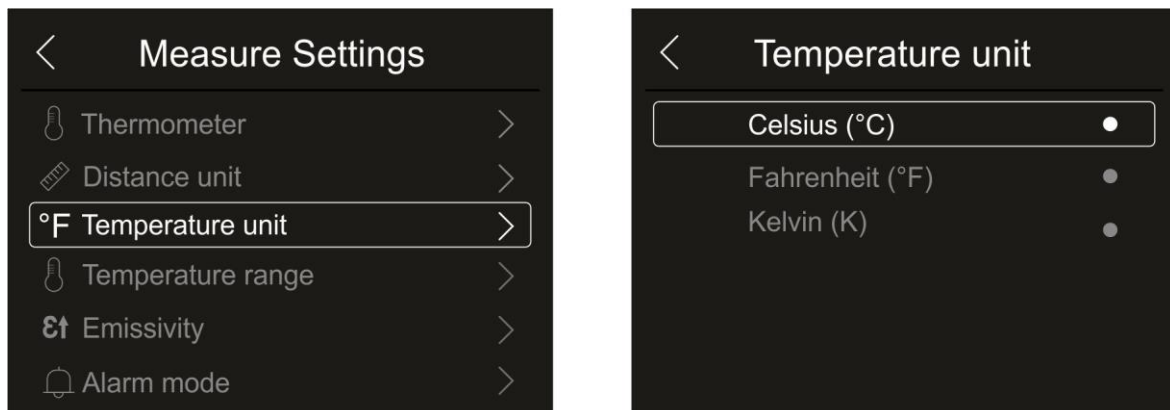

Fig. 23: Menú configuración unidad medida de temperatura
1. Toque el texto “Temperature unit” para realizar la configuración de la unidad de medida de la temperatura. Se muestra la Fig. 23 – parte derecha: